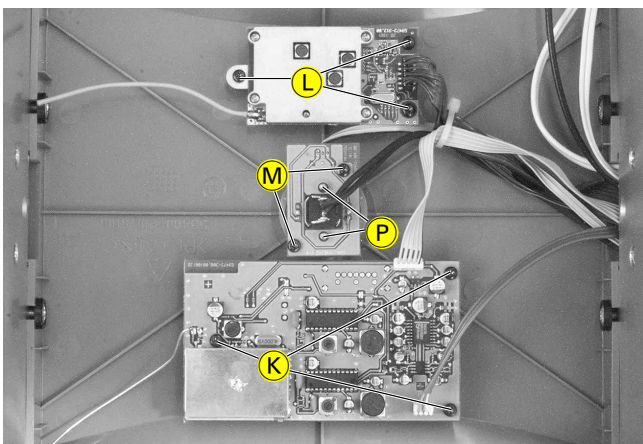

Fig. 8
- 3 Schrauben (K) (Fig. 8) herauserschrauben.
- 3 Schrauben (L) (Fig. 8) herauserschrauben.
- 2 Schrauben (M) (Fig. 8) herauserschrauben.
- 2 Schrauben (P) (Fig. 8) herauserschrauben.
- Undo 3 screws (K) (Fig. 8).
- Undo 3 screws (L) (Fig. 8).
- Undo 2 screws (M) (Fig. 8).
- Undo 2 screws (P) (Fig. 8).